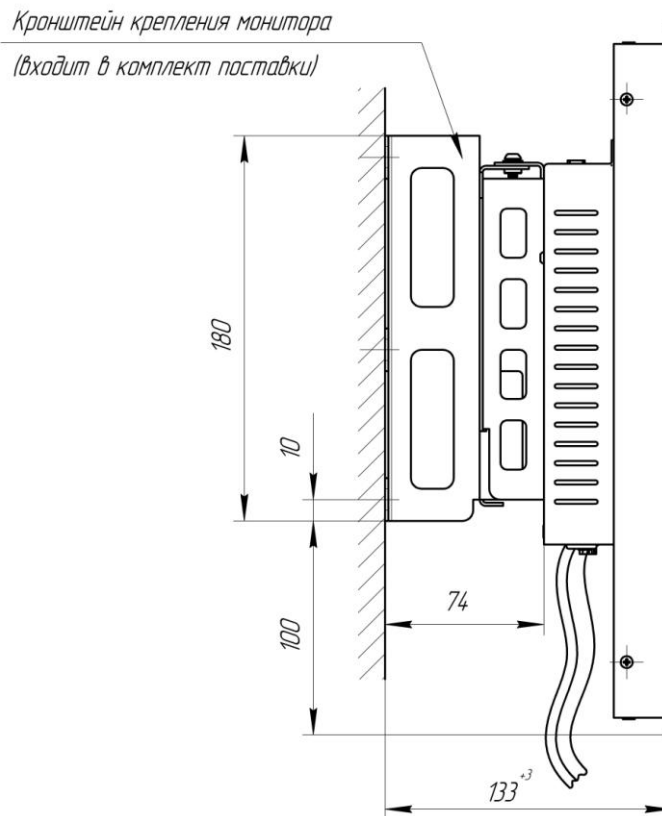

Рис.3 Установка монитора СВН. Вид с боку
4.4.2 Установить часть кронштейна, предназначенную для закрепления на штатное место в вагоне, используя крепежные элементы Ø5мм. Для обеспечения монтажного размера (см. рис.3), необходимо кронштейн установить так, что бы расстояние от верхней поверхности кронштейна до горизонтального препятствия было не менее 160 мм.
4.4.5 Зафиксировать сопрягаемые части кронштейна, используя крепежные элементы: винт 2.М4-6gx10.58 ГОСТ ISO 7380-1 – 2 шт, шайба 4Н ГОСТ 6402-70 – 2 шт и шайба 4.03.019 ГОСТ 11371-78 – 2 шт (см. рис.3).